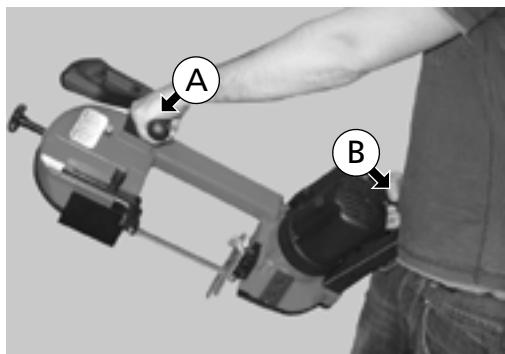
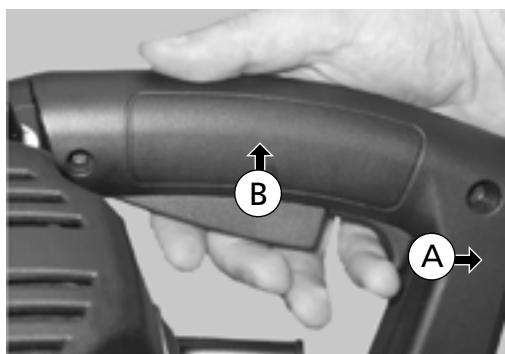

Fig. 42
Fig. 43
Pour effectuer une coupe manuelle avec la scie à ruban en mode portatif, saisir la poignée supérieure de votre main gauche et la poignée inférieure de votre main droite (fig. 42).
Éléments de la fig. 42
Scie à ruban tenue comme indiqué précédemment (fig. 42), appuyer d'abord sur l'actionneur de déblocage (A) puis sur l'actionneur de démarrage (B). Les deux sont situés sur la poignée inférieure (fig. 43).
Éléments de la fig. 43